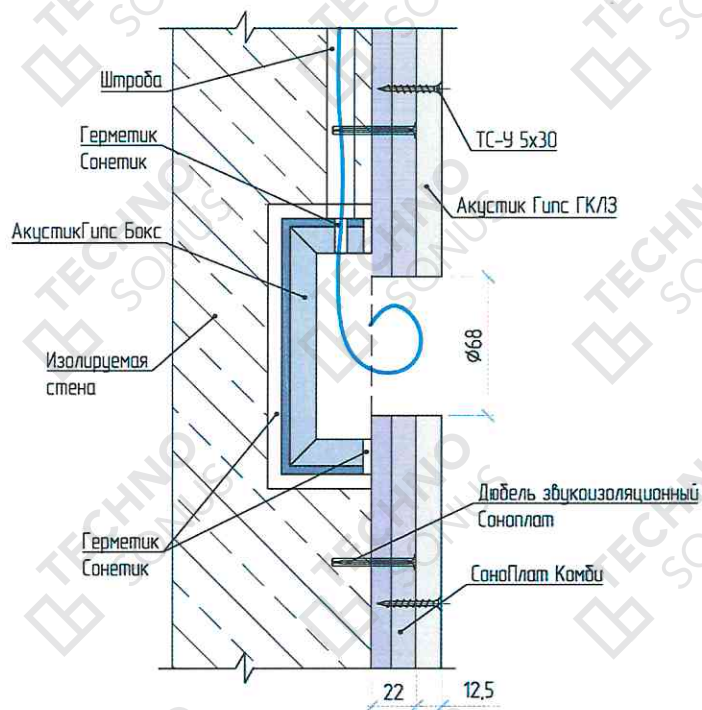

Рисунок 9 – Устройство звукоизоляции розеток в каркасной облицовке «Слим П».
6.6. Звукоизоляционные подрозетники АкустикГипс Бокс устанавливаются в конструкцию бескаркасной звукоизоляции стены «Слим П» с соблюдением следующей последовательности (рисунок 9):